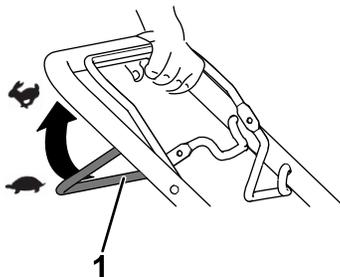

Bild 11
- **Einkuppeln des Selbstantriebs:** Ziehen Sie den Selbstantriebsbügel zum Holm und halten Sie ihn in dieser Stellung fest (Bild 11).